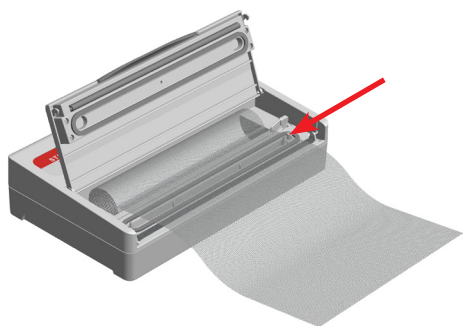

Figure 4: Coupez le sachet avec le cutter intégré.
- b.) Couper la longueur désirée avec le cutter inclus (figure 4).